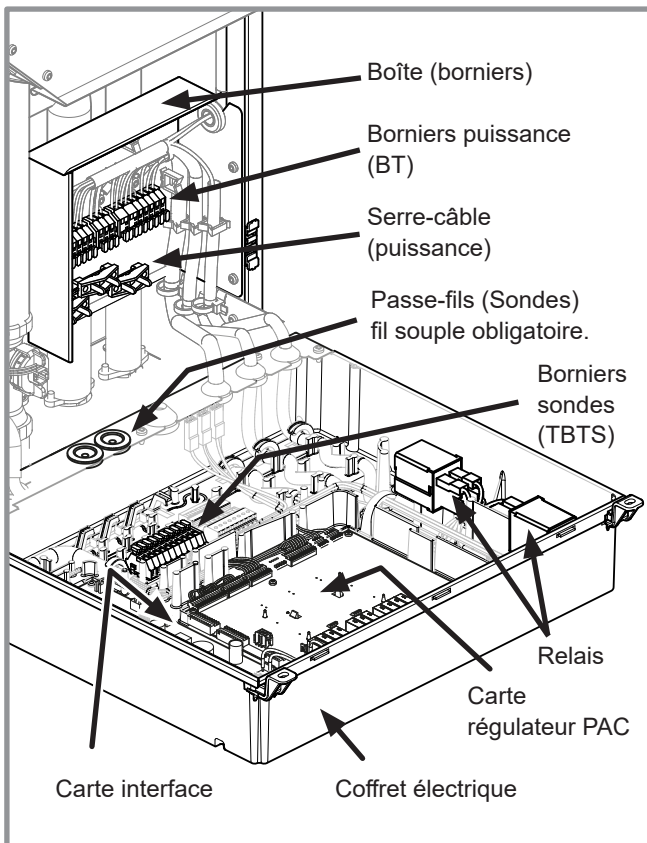

figure 28 - Coffret électrique : Descriptif
- Effectuer les raccordements suivant le schéma (figure 28).